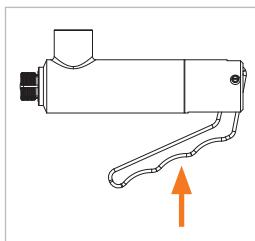

Figure 5
- ▶ Actionnez le levier à main (Pos. 2) (*Figure 5*). Les mâchoires de serrage coïncident.